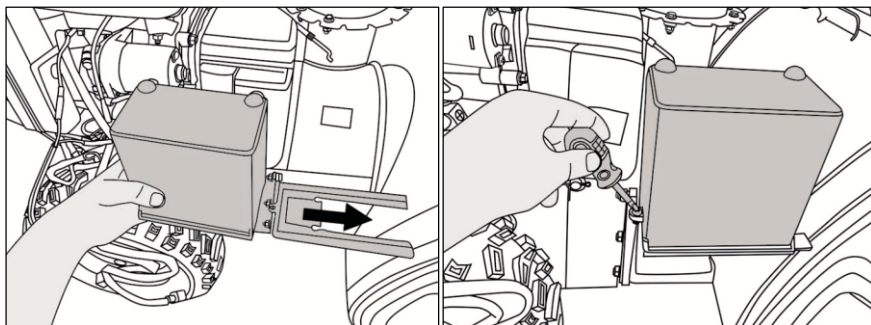

Рис. 12
9. Установите аккумулятор в корпусе в штатное место и закрепите болтом для модели AC-F-700E (рис.12).